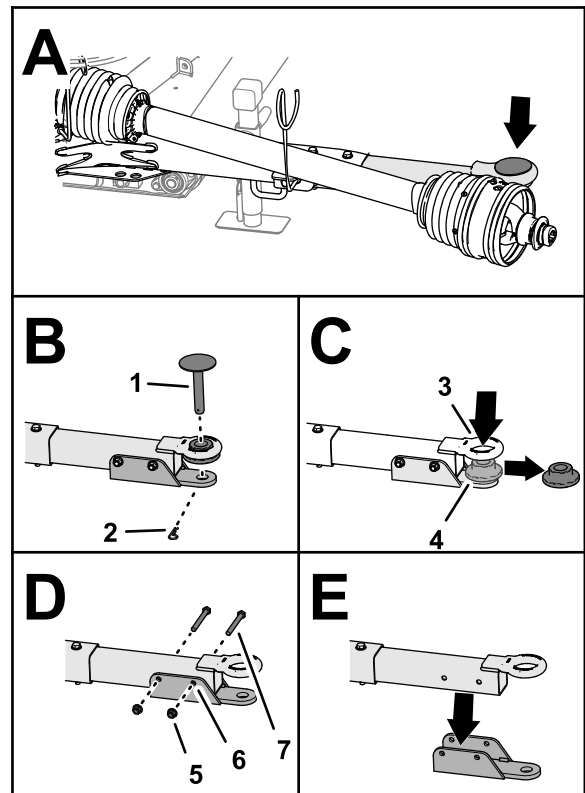

図 7
1. ヒッチピンを牽引バーに固定しているヘアピンを外してヒッチピンを抜き取る 図 7。
2. ピントルのアイからフランジブッシュを外す 図 7。
3. クレビスブラケットを牽引バーに固定しているフランジロックナット 2 個とキャップスクリュ 2 本を外し、クレビスブラケットを外す 図 7。